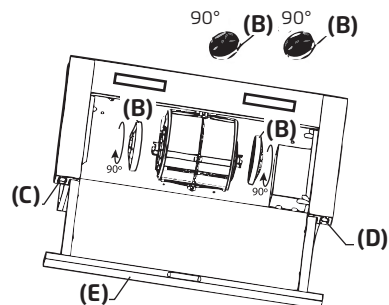

figura 2
En este modo es necesario montar los filtros de carbón activo (B) que vienen dentro de los accesorios de su campana. Para instalarlos debe ubicarlos en los ventiladores (figura 2), que se encuentran en el interior de la campana. Gírelos en 90° hasta que queden asegurados.